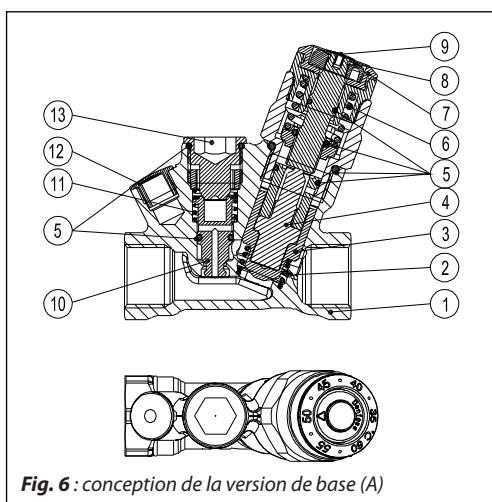
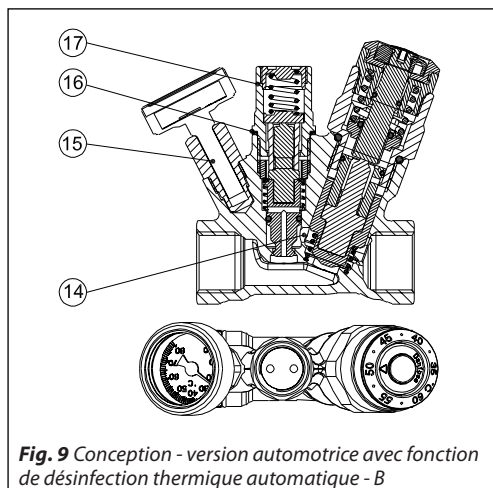
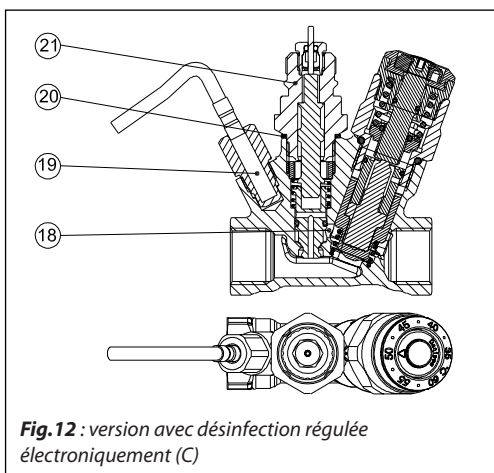

Fig. 6 : conception de la version de base (A)
Fig. 9 Conception - version automotrice avec fonction de désinfection thermique automatique - B
Fig. 12 : version avec désinfection régulée électroniquement (C)
La MTCV est une vanne thermostatique automotrice proportionnelle. Une cartouche thermostatique (fig. 6 élém. 4) est placée dans le cône de la vanne (fig. 6, élém. 3) afin de réagir aux variations de la température.
Un ressort de sécurité (fig. 6, élém. 6) protège la cartouche d'éventuels dommages dans le cas où la température de l'eau dépasse la valeur de consigne.
Après avoir retiré le bouchon du module de désinfection (fig. 6, élém. 13) (opération pouvant être réalisée en cours de fonctionnement, sous pression), le module de désinfection thermostatique peut être monté (fig. 9, élém. 17).
- 1-13 Même description que la fig. 6
Après avoir retiré le bouchon de désinfection (fig. 6, élém. 13), l'adaptateur (fig. 12, élém. 21) et la tête électrothermique TWA peuvent être montés. Une sonde de température Pt 1000 doit être montée dans la tête du thermomètre (fig. 12, élém. 19).